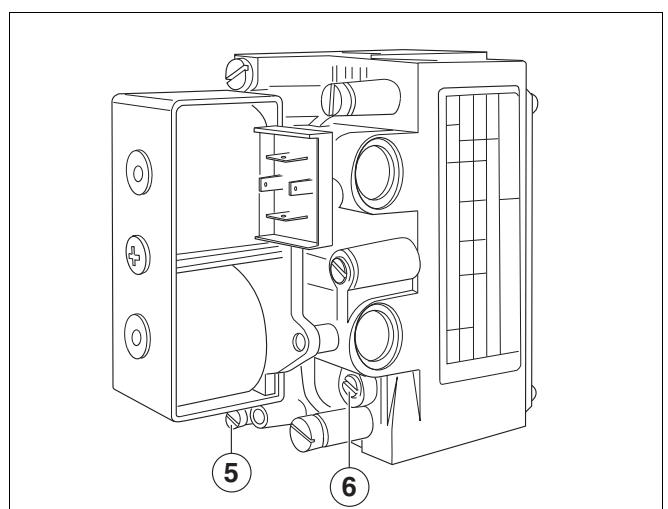

Abb. 5 Gasbrennerarmatur SIT 830 Tandem
- Abdeckkappe über der Entlüftungsöffnung entfernen (Abb. 5).
- Etwa 10 Sekunden, nachdem die Armatur geöffnet hat, erkennbar durch ein leichtes Klicken, Stufendruck am V-Rohr-Manometer ablesen und durch Drehen in Plus- oder Minus-Richtung an der Startlastschraube (Abb. 5) auf